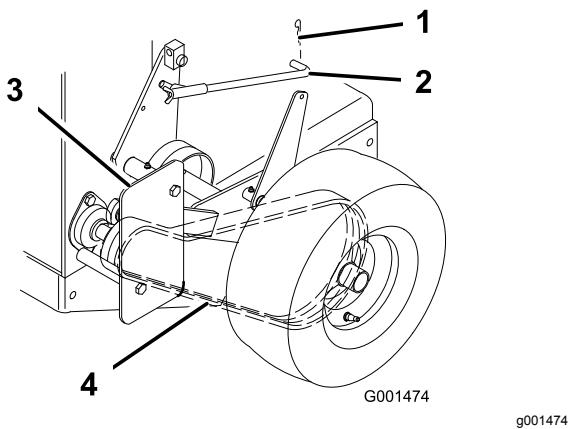

Figura 36
3. Retire el pasador de horquilla que sujeta la varilla del freno al brazo del freno para aliviar la tensión del tensor de la correa (Figura 36).
4. Retire el perno inferior y afloje el perno superior del protector para poder girarlo y facilitar el acceso a la correa (Figura 36).
5. Eleve la correa, desacópela de la polea tensora y retírela de la polea de transmisión (Figura 36).
8. Sujete el protector con el perno que retiró anteriormente y apriete los pernos (Figura 36).
9. Sujete la varilla del freno al brazo del freno con el pasador de horquilla (Figura 36).